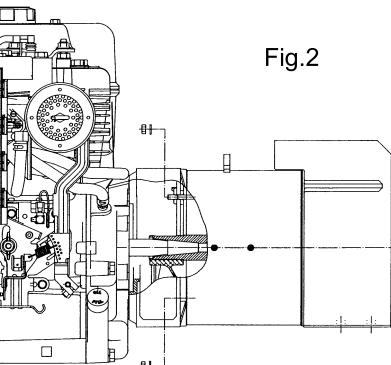

Fig.2
-) lock the alternator into the cover by fixing the four M8 nuts onto the bolts, applying a tightening torque of $16\pm7\%$ Nm (figure 2)
| -) bloquer l'alternateur sur le couvercle en fixant les quatre écrous M8 sur les tirants, en appliquant un couple de serrage de $16\pm7\%$ Nm (figure 2) | -) den Umwandler auf dem Deckel befestigen und ihn mit Hilfe der vier Schraubmuttern M8 an den Zugstangen befestigen bei Aufbringen eines Anzugsmoments von $16\pm7\%$ Nm (Abbildung 2) | -) sujeté el alternador en la tapa fijando las cuatro tuercas M8 en los tirantes, aplicando un par de torque de $16\pm7\%$ Nm (fig. 2) |